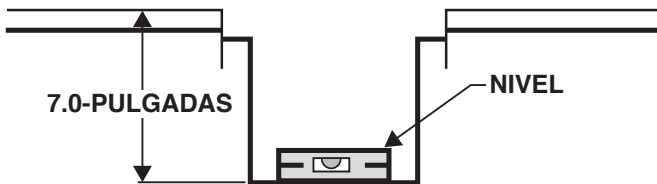

Figura 10E: Profundidad del montaje de la caja en forma de U
6. Instale la caja de manera que la base interior quede 7" por debajo de la abertura del piso. **Nota:** si las unidades se instalan antes de la terminación del piso, se debe restar el espesor del piso a las 7" para obtener la profundidad de montaje. **Ejemplo:** la profundidad de montaje de 7" menos el espesor del piso de 0.75" da como resultado la nueva profundidad de montaje. Ver la figura 10E.